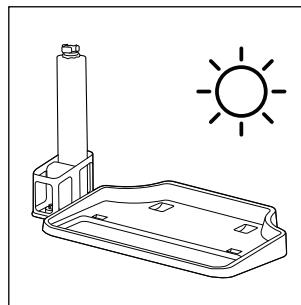

Fig. 38
- ♦ Du kan også stille børsterullen **6** oprejst i børsteholderen **5** på parkerings- og rengøringsstationen for at tørre den (se fig. 38).